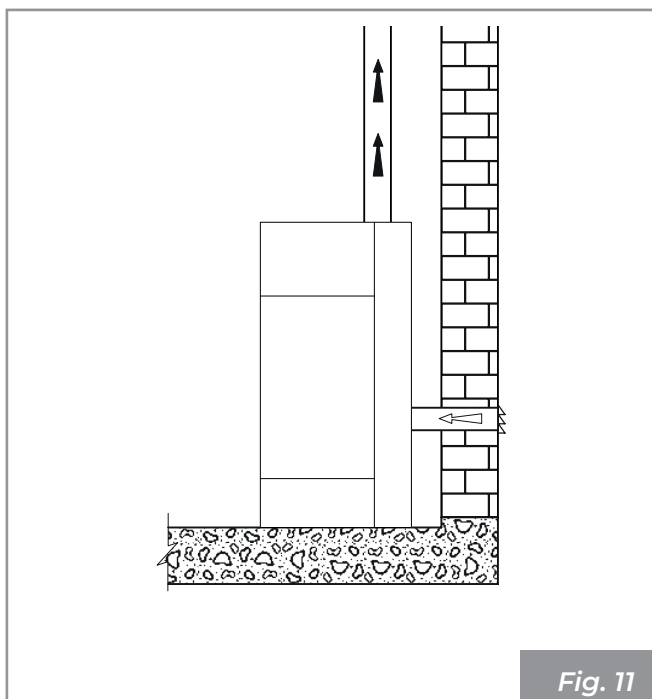

Fig. 11
- directamente desde el exterior con conexión directa a la cámara de combustión (**Fig. 11**).
- conectar la entrada de aire comburente del aparato a la toma de aire con un conducto adecuado (**Fig. 11**).